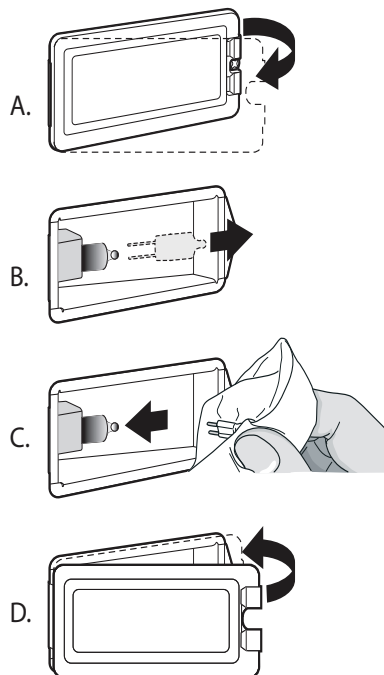

Figure 42 : Emplacement de l'ouverture
3. Insérez la pointe d'un tournevis plat entre l'attache de fixation et le boîtier de la lampe (Figure 42, A).
6. Enlevez le couvercle de la lentille de verre et l'attache de fixation (Figure 42, B).
8. Ne touchez pas au verre de la nouvelle ampoule de remplacement avec vos doigts, sans quoi elle ne fonctionnera pas lorsque vous l'allumerez. Prenez l'ampoule de remplacement avec un linge sec et propre. Localisez les deux fentes du support de céramique en y poussant doucement les deux broches de l'ampoule (Figure 42, C).
11. Rallumez le disjoncteur (Figure 42, D).